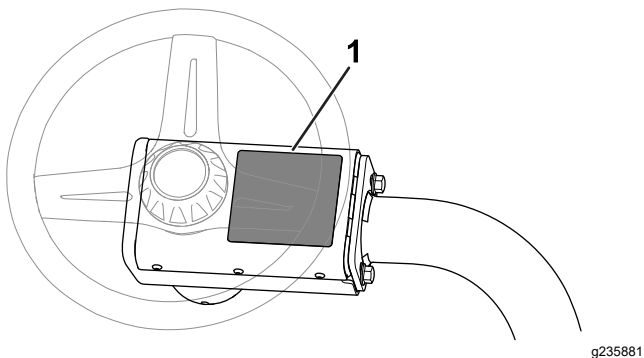

Figura 8
- Coloque la pegatina de advertencia CE (Pieza N.º 136-8505) sobre la pegatina de advertencia existente (Pieza N.º 136-8506). La Figura 8 muestra la ubicación de la pegatina de advertencia.